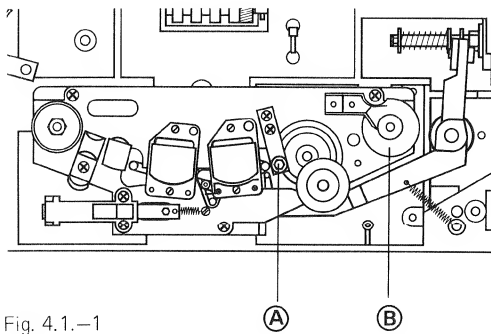

Fig. 4.1.-1
— Bandführungen reinigen, Bandführung (A) **nicht verstellen**. Wenn nötig, kann die Bandführung mit einem Kreuzschlitz-Schraubenzieher vom Kopfträger gelöst werden (2 Schrauben, Fig. 4.1.-1).
— Clean tape guides, take care **not to alter** the adjustment of guide (A). The tape guide may be removed from the headblock after undoing its Phillips head mounting screws (2 screws, fig. 4.1.-1).
Nettoyez les guides de bande, **ne pas dérégler** le guide de bande (A), qui si nécessaire ne sera démonté qu'avec son support, à l'aide d'un tournevis à croix (2 vis, fig. 4.1.-1).